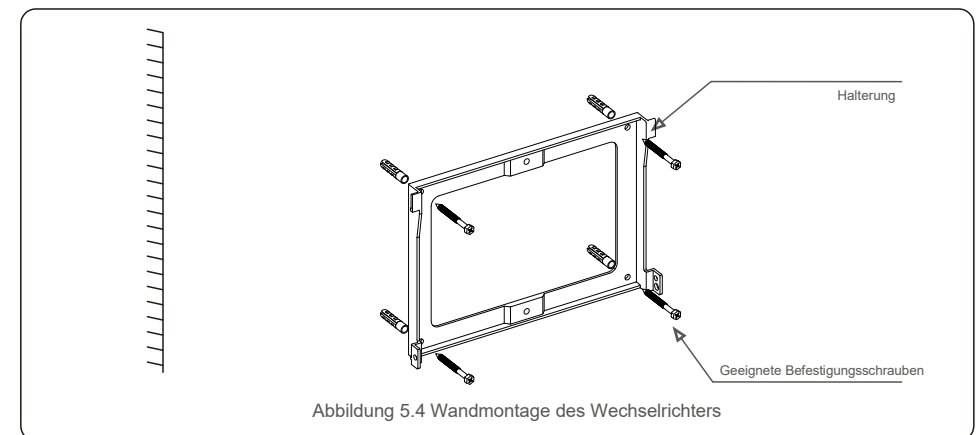

Abbildung 5.4 Wandmontage des Wechselrichters
Siehe Abbildung 5.4 und Abbildung 5.5. Der Wechselrichter muss senkrecht montiert werden. Die Schritte zur Montage des Wechselrichters sind nachfolgend aufgeführt.
1. Siehe Abbildung 5.4, die Bohrungen für die Dehnschraube basieren auf dem Bohrungsdurchmesser der Halterung (Kreuzschlitzschrauben mit Sechskantkopf ST 6.3x60, HJ0108 10x50 mm, fischbar, erweiterbar, rohrförmig) und werden mit einem Schlagbohrer mit 10 mm Drill gebohrt, um senkrecht an der Wand zu bleiben.
2. Achten Sie darauf, dass die Halterung horizontal ist. Und dass die Befestigungslöcher (in Abbildung 5.4) korrekt angezeichnet sind. Bohren Sie die Löcher gemäß den Markierungen in die Wand.